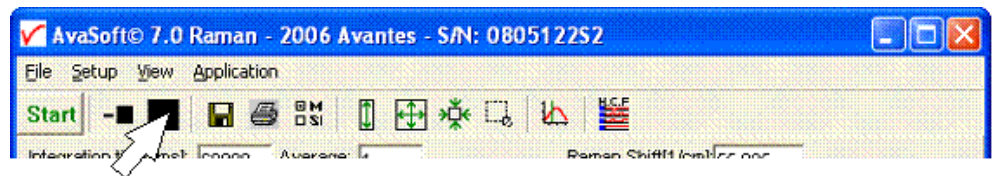

Рис. 2.10. Кнопка сохранения значения темного фона
- сохранить значения темнового фона. Для этого нужно кликнуть мышкой черный квадратик, как показано на рис. 2.10.